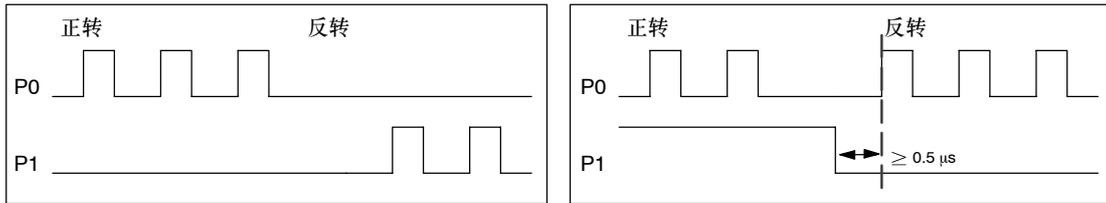

图9-11 正极性的转向选项
- 使用Pulse and Directional Outputs标签页可用来选择输出极性和方向控制方式。对于极性和方向控制方式设置的作用，见图9-11和9-12。